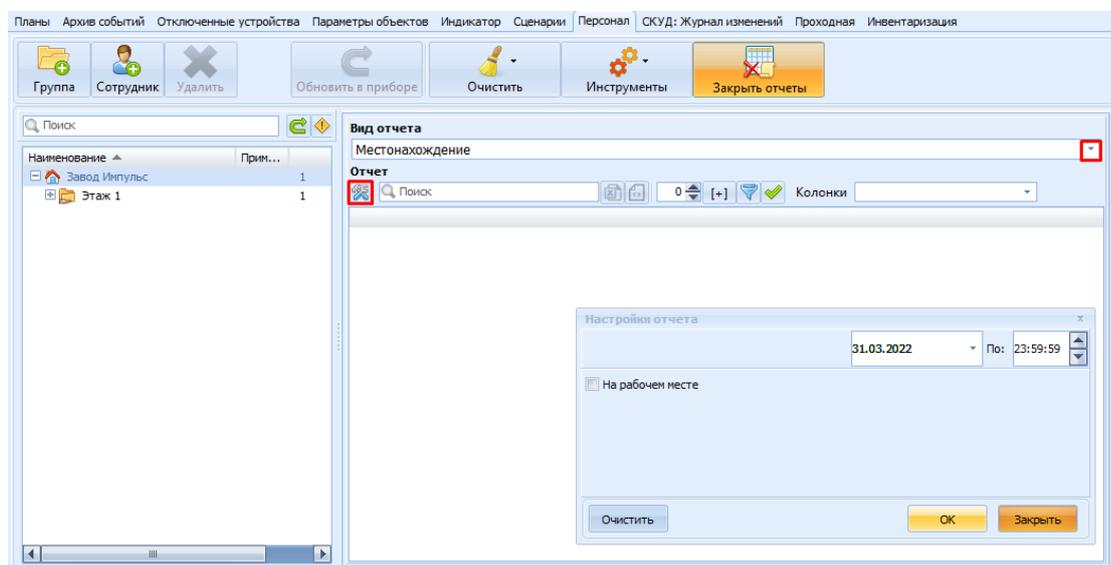

Рисунок 25.50 – Закладка Отчеты
- 4) Выбрать вид отчета из выпадающего меню (рисунок 25.50)